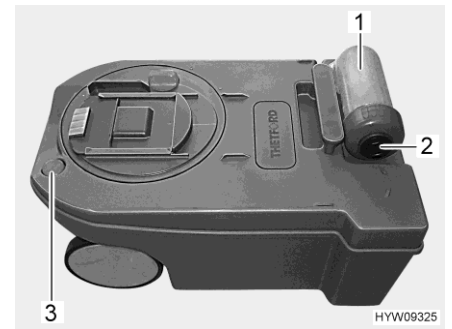

Bild 144 Fäkalientank (Alternative)
- An einer ausgewiesenen Entsorgungsstation den Auslaufstutzen (Bild 142,1 oder Bild 144,1) nach vorn schwenken und Deckel (Bild 142,2 oder Bild 144,2) abschrauben.
- Farbigen Belüftungsknopf (Bild 142,3 oder Bild 144,3) drücken und gedrückt halten, bis der Fäkalientank leer ist.